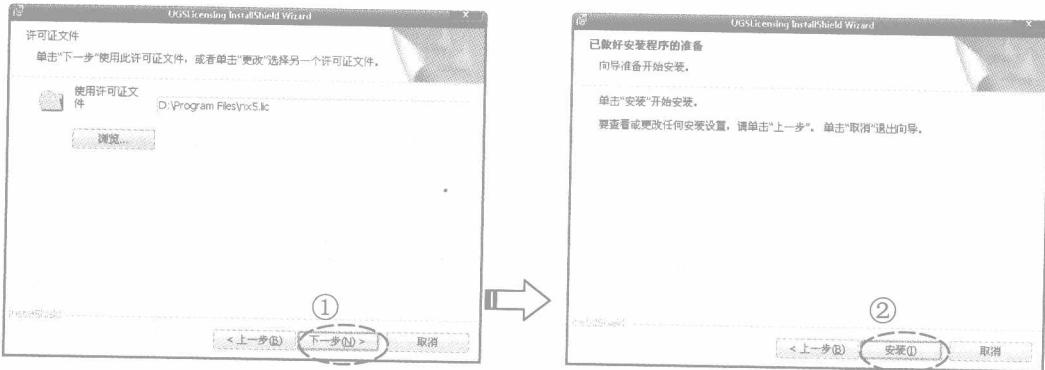

图 1-8 准备安装程序
(10) 单击 **打开(①)** 按钮后弹出【UGSlicensing InstallShield Wizard】对话框，然后以图 1-8 所示的指引进行操作。